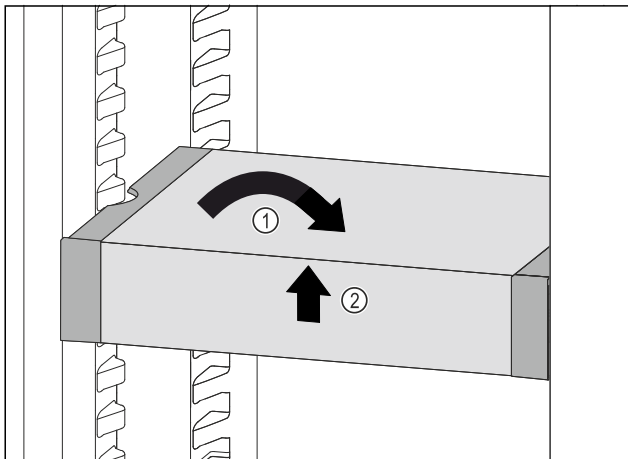

Fig. 100
- ▶ Coloque el VarioSafe en posición recta. Fig. 100 (1)
- ▶ Levante el VarioSafe por delante. Fig. 100 (2)